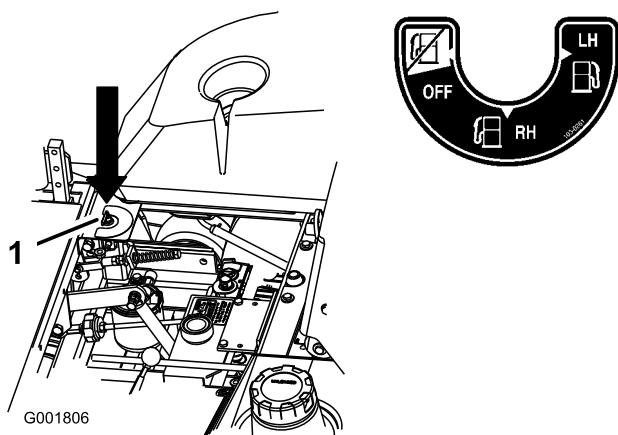

Figura 5
La unidad tiene dos depósitos de combustible. Un depósito está en el lado izquierdo y el otro está en el lado derecho. Cada depósito está conectado a la válvula selector de combustible. Desde allí, un tubo de combustible común va al motor (Figura 5).
selector de combustible a la posición de la derecha (RH) (Figura 5).